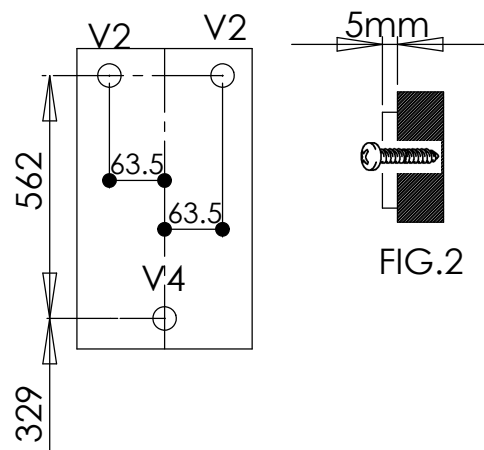

FIG.2
- Forare, inserire i tasselli ad espansione Ø8mm, ed avvitare le relative viti da muro nella parete, lasciando circa 5mm tra sottotesta della vite e parete (fig.2).
- Drill the holes and insert the expansion joints Ø8mm. Screw in the wall fixing screws, leaving approx. 5mm between the underhead and the wall (fig.2).